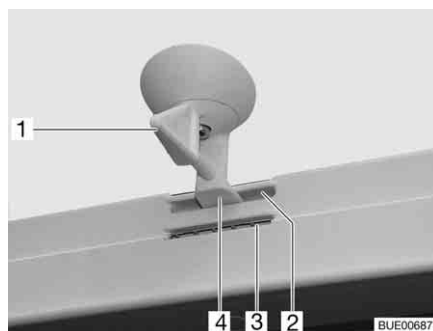
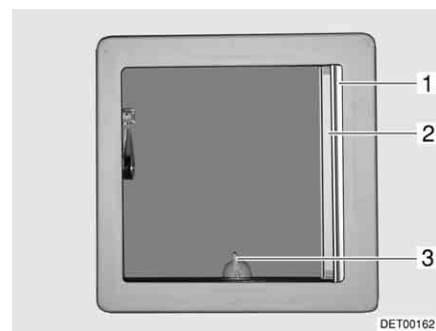

Fig. 62 Oblò inclinabile, bloccaggio
Fig. 63 Oblò inclinabile
- Ruotare la leva (Fig. 62,1 o Fig. 63,3) di un quarto di giro.
- Girare la leva di un quarto di giro. Il bloccaggio (Fig. 62,4) deve entrare nella feritoia inferiore (Fig. 62,3).
- Girare la leva di un quarto di giro. Il bloccaggio (Fig. 62,4) deve entrare nella feritoia superiore (Fig. 62,2).
- Tirare la tendina oscurante pieghevole (Fig. 63,1) fino alla posizione desiderata e rilasciare. La tendina oscurante pieghevole rimane in questa posizione.
- Estrarre la zanzariera a rullo (Fig. 63,2) fino a quando non scatta il bloccaggio dalla parte opposta.